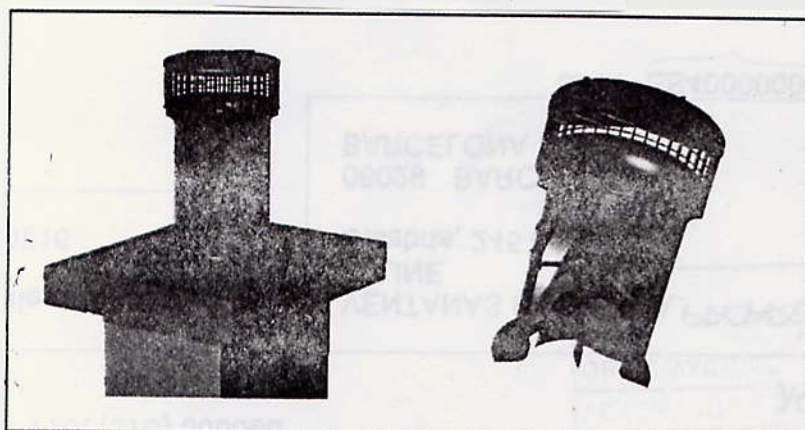

Figura 13. Ventilador mixto
- El arranque de todos los ventiladores cuando uno de ellos entre en funcionamiento mecánico con el fin de evitar el desequilibrio de la ventilación (reducción, ver inversión del caudal de extracción en los locales en los cuales su ventilador no haya arrancado en modo mecánico (ver figura 13).